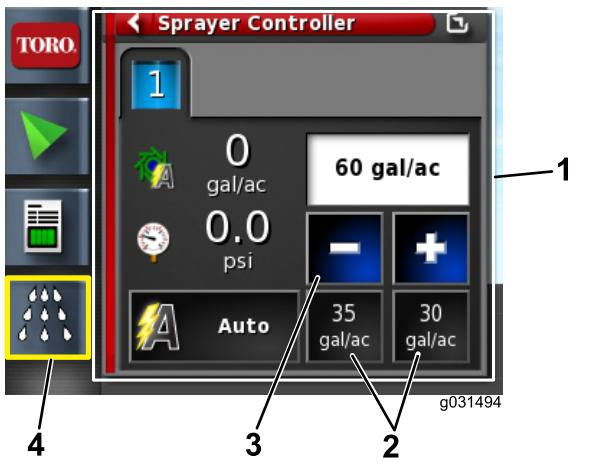

Рисунок 67
4. Если кorma выбрана неправильно, измените ее с помощью предустановленных значений, либо с помощью увеличения/ уменьшения с определенным шагом, либо выберите ее текущее значение и вручную введите нужную норму внесения (Рисунок 67).